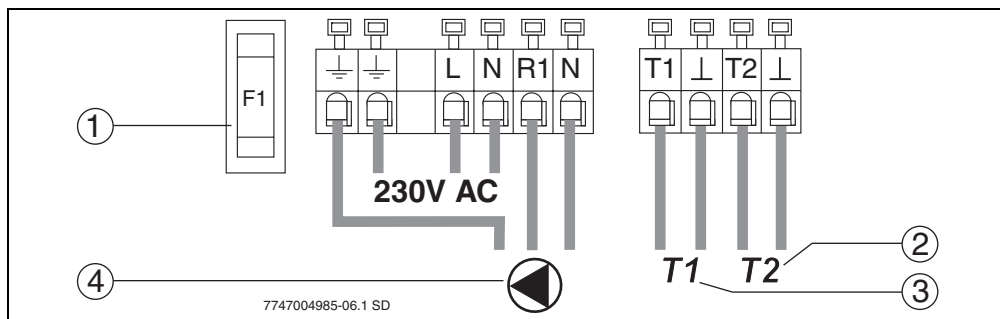

Fig. 12 Esquema de ligações
- ▶ Ligar os cabos conforme o esquema de ligações (→ Fig. 12) e a aplicação do controlador (→ tab. 1, página 5).